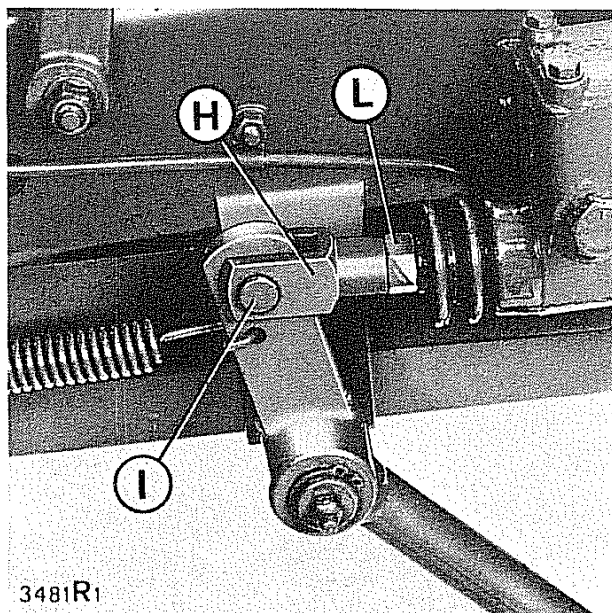

Fig. 21 - Registrazione pedale freno di servizio
- Separare la forcella **H** (fig. 21) dal pedale, sfilando il perno **I**.